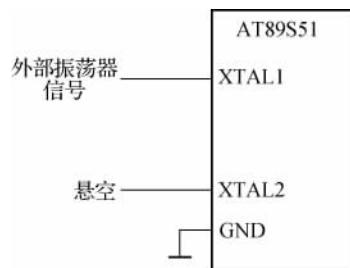

图 1-4 AT89S51 的外部时钟方式电路
(2) 外部时钟方式。使用现成的外部振荡器产生脉冲信号,常用于多片 AT89S51 同时工作,以便于多片单片机之间的同步。外部时钟源直接接到 XTAL1 端,XTAL2 端悬空,外部时钟方式的电路如图 1-4 所示。